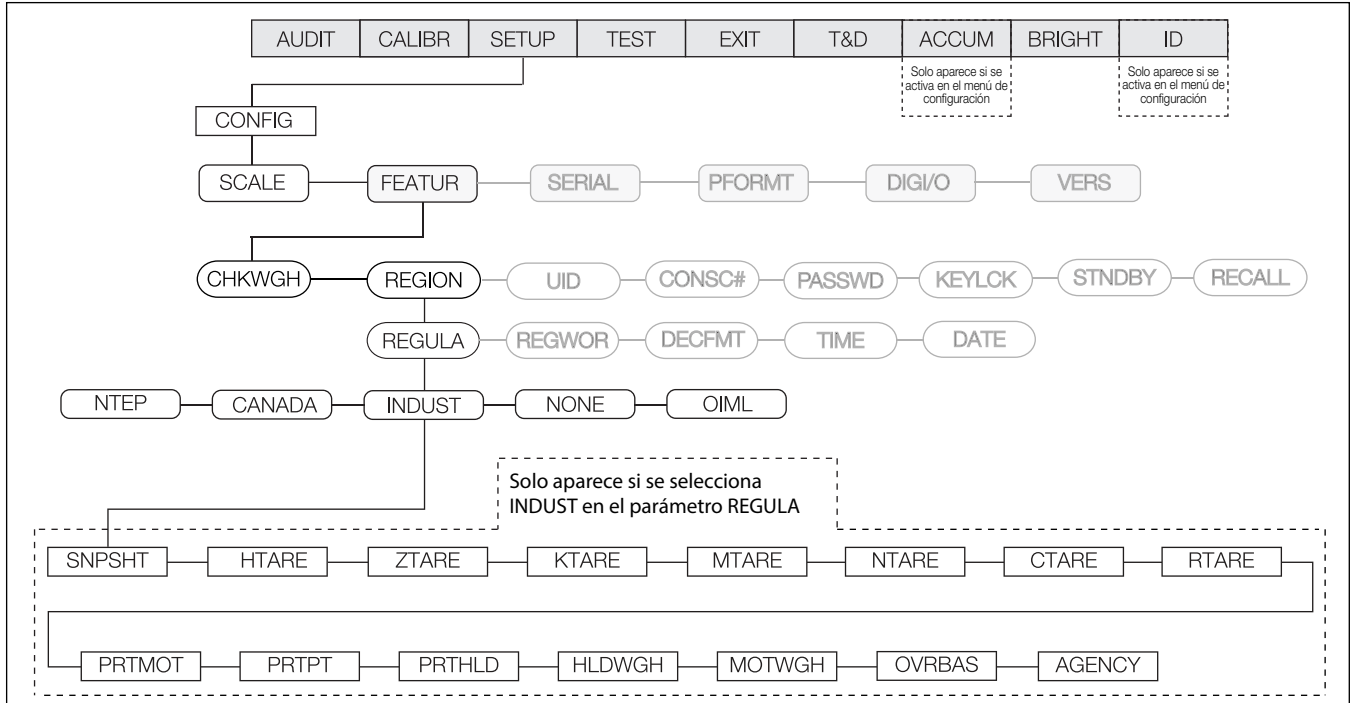

Figura 3-18. Menú de regulación
*El menú secundario INDUST se detalla en la Figura 3-18 en la página 40